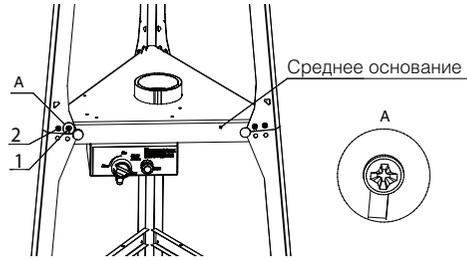

Рис. 1 – Установка верхних профилей
**ВАЖНО!** Использование в помещениях с плохой вентиляцией ЗАПРЕЩАЕТСЯ (рисунок 1а, рисунок 1б), также запрещается использование вблизи газа, легковоспламеняющихся веществ, взрывчатых веществ, и т.д.
**ВАЖНО!** Минимальное расстояние от верхней части прибора до потолка не должно быть меньше 30 см, до ближайшей стены расстояние должно быть не меньше 400 см (рисунок 1 в)
**Рисунок 1а – Правильное размещение прибора в открытом хорошо проветриваемом помещении**
**Рисунок 1б – Не правильное размещение прибора в закрытом плохо проветриваемом помещении**
**Рисунок 1в – Размеры прибора и допуски**
- Установите профили на нижнюю собранную часть газового обогревателя (рис.1). Для этого наживите винт в среднем основании которое соответствует пазу в профиле (ближнее к центру отверстие). Установите на данный винт профиль и затяните винт 2 затем подтяните винт 1;